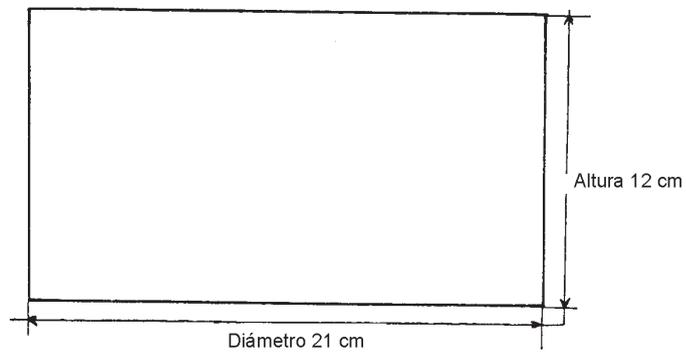

Figura 1
- Con estas medidas, traza en un papel un rectángulo, como te lo muestra la figura 1.